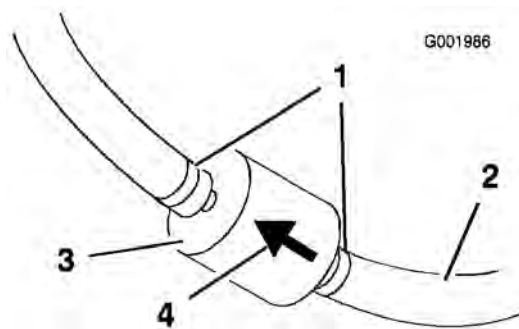

Figura 51
5. Aperte as pontas dos grampos da tubagem e afaste-as do filtro (Figura 51).